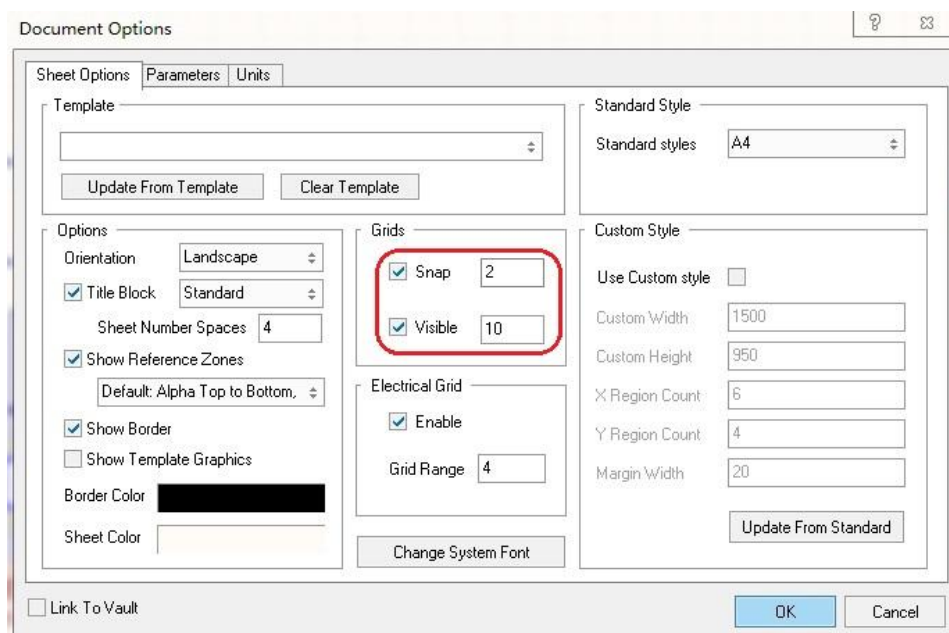
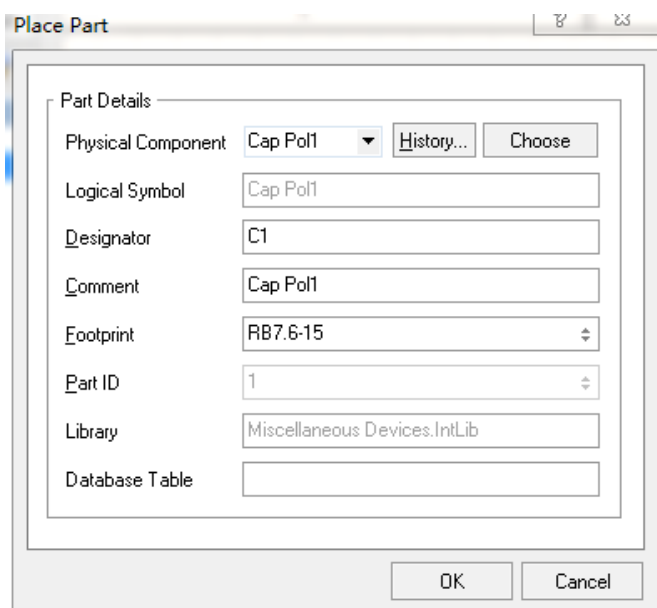
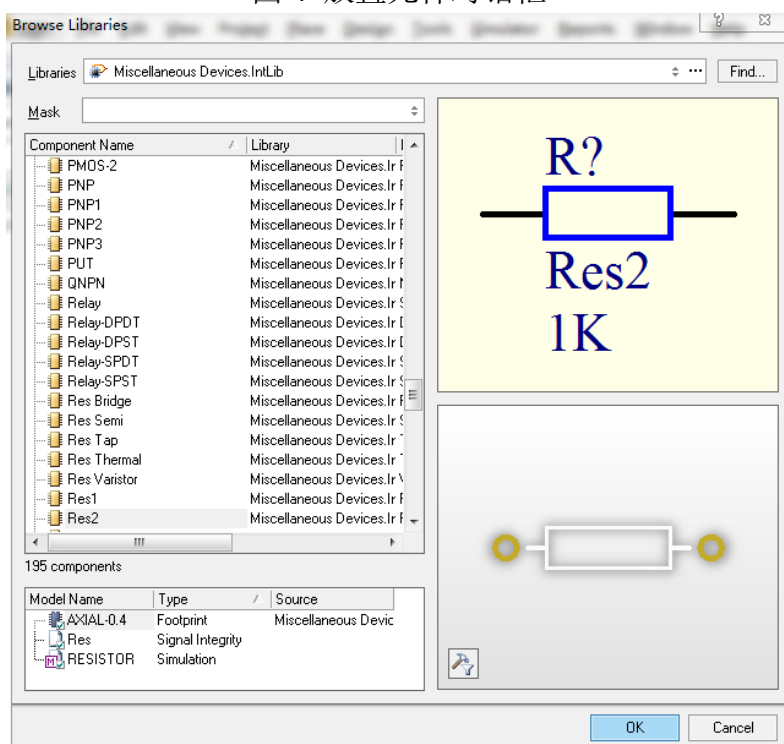
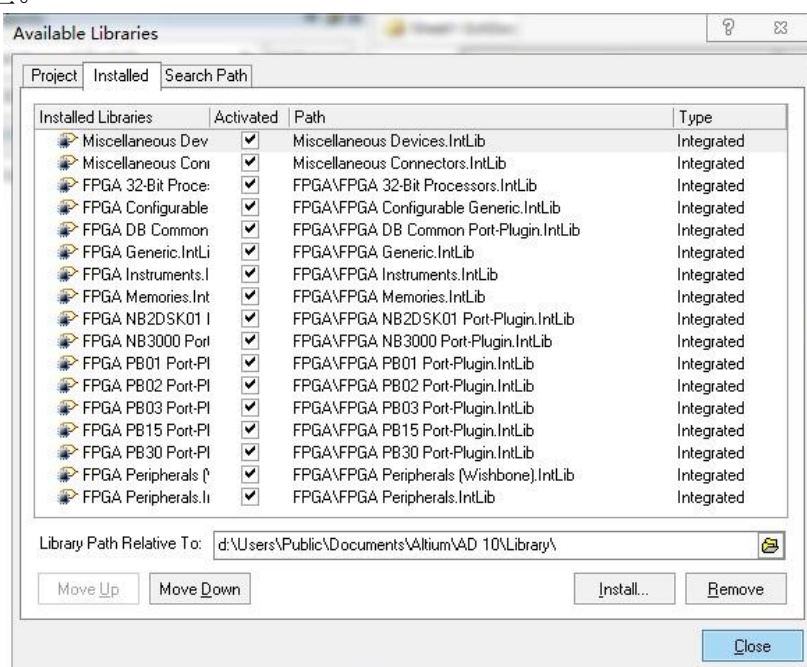

图 1 文件属性设置
图 4 放置元件对话框
图 5 浏览元件库对话框
图 6 器件库弹出框
菜单 Design/ Document Options，弹出文件选项窗口，设置光标移动基本单位 snap: 2mil，可见网格尺寸为 10mil。如图 1
另外两种方法也可以从元件库中取元件：菜单 **Place/Part**，或者直接点击布线工具栏上的按钮 ，打开图 4 所示的对话框，点击 **Choose** 按钮，弹出如图 5 浏览元器件对话框，在 Libraries 下拉列表中选择元件库，在“Component Name”列表中选择需要的元件（图 1 电路中使用到的元件及所属库见表 1），在预览框中可以查看元件图形。如图 5 中选择 **Miscellaneous Devices.IntLib** 库中的电阻 **Res2**，选择元件后点击 **OK** 按钮，返回到图 4 所示对话框，设置元件流水号 **Designator**（在此输入流水号后，则以后放置相同的元件时，其流水号将会自动增加）、注释 **Comment**、封装 **Footprint**。
本次实验中用到的分立元件电阻、发光二极管均是属于 Miscellaneous Devices.IntLib 库，运行程序时该库已自动加载。集成芯片 MC74HC20N，属于 Motorola Logic Gate.IntLib 库，该库需要手动加载，操作方法为：点击图 5 中 Libraries 下拉列表后的 ...，弹出装载/卸载元件库对话框，如图 6，点击 install 按钮，找到 Motorola Logic Gate.IntLib 库并打开，加载成功，则可以选用库中的 MC74HC20N 器件了。加载 MC74HC194N 器件所属的 Motorola Logic Register.IntLib 库方法同上。
从库里调用元件时，如果不清楚元件属于哪个具体的库，或者元件的详细名称不确定，也可以用查找的方法。具体操作，点击图 5 中库下拉列表中右侧的“Find”按钮，弹出图窗口，设置好查找范围 **Scope**、查找路径 **Path** 和查找条件 **Filters**，点击 **Search** 开始查找。
2. 在Altium Designer 10中完成图1原理图和PCB图的设计和制作;